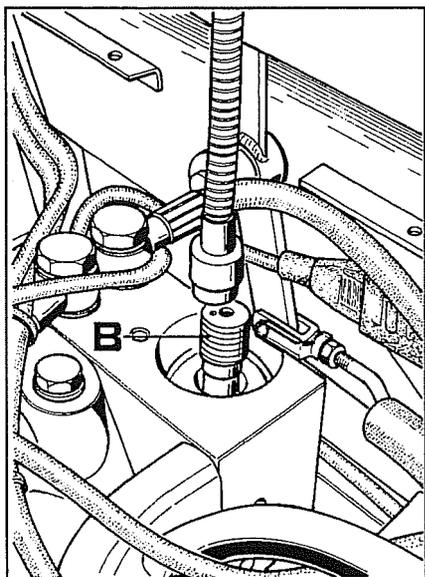

Fig. 14
3. Con un imán extraer el pistón **B** (fig.14) de la electroválvula, luego lavarlo y soplarlo con aire.